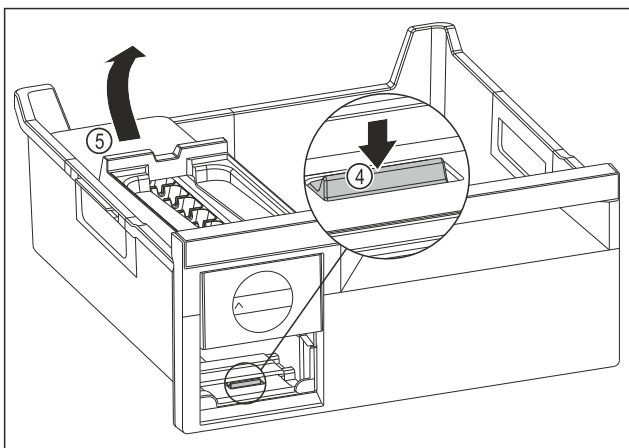

Fig. 172
- ▶ EasyTwist-Ice-Körper entnehmen: Lasche Fig. 172 (4) mit Finger nach unten drücken und gleichzeitig mit der anderen Hand den EasyTwist-Ice-Körper Fig. 172 (5) von hinten anheben.